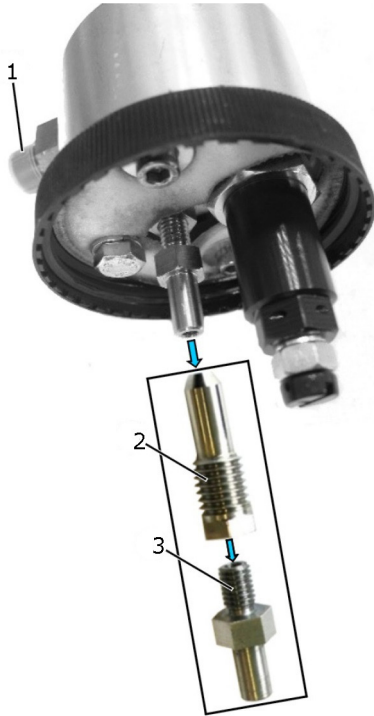

Fig. 17: Modulo di rilevamento pressione aperto
! Eventuali resinificazioni causate da residui di carburante possono incollare il foro del manicotto di strozzatura (fig. 17, pos. 2) e falsare i risultati della misurazione.
2. Rimuovere il raccordo di scarico (fig. 17, pos. 3).
3. Rimuovere il manicotto di strozzatura ((fig. 17, pos. 2).
5. Pulire il foro di strozzatura attraverso il raccordo di collegamento (fig. 17, pos. 1) iniettando dell'aria compressa.
6. Avvitare il manicotto di strozzatura (fig. 17, pos. 2) con una coppia di serraggio di 20 Nm.
7. Avvitare il raccordo di scarico (fig. 17, pos. 3) nel manicotto di strozzatura.